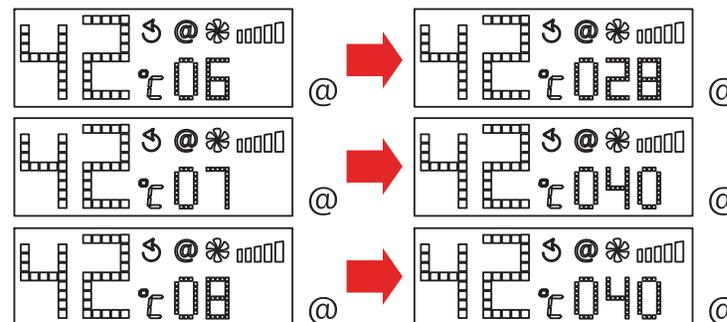

FIGURA 20
2.En estado de trabajo, cuando la prioridad esté en la pantalla principal, presionar botón @ para entrar en modo de @consulta. Presionar  $\Delta \nabla$  para cambiar a @5 para revisar la frecuencia de velocidad del ventilador, presione  $\Delta \nabla$  y cambie a la opción @1 para ver la capacidad de agua caliente, vuelva a presionar  $\Delta \nabla$  y cambie a la opción @5 para revisar la eficiencia de calentado, la pantalla principal cambia como aparece en la figura 20.